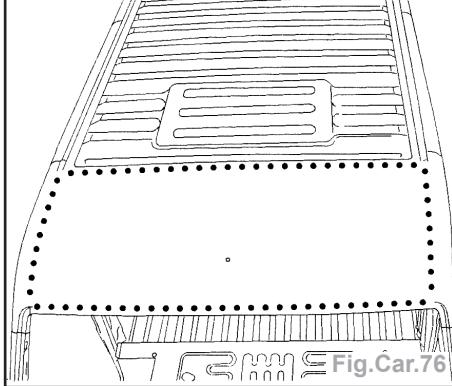

Fig.Car.76
- Souder par points électriques, par points bouchon MAG et meuler les points de soudure MAG (Fig.Car.76).